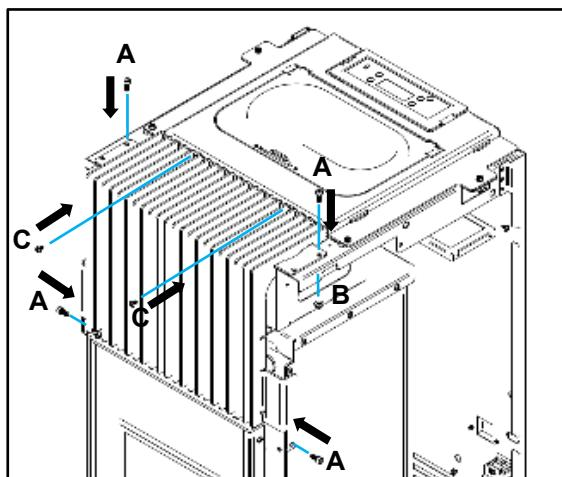

Figura 37 – Aperto da grelha frontal
- c) Na parte superior da grelha fixar com dois parafusos **C** (DIN 7981 4,2x9,5) diretamente no tampo anteriormente colocado, de seguida fixar com dois parafusos **A** (DIN 912 M5x12) e utilizar porcas **B** (Porcas M5 DIN 6923), por fim, na parte inferior fixar com dois parafusos **A** (DIN 912 M5x12) diretamente na máquina, como demonstra a Figura 37.